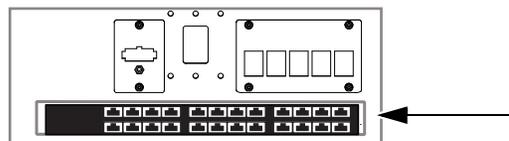

Figura 10. Vista posterior de un chasis con un conmutador Ethernet
- Coloca el conmutador en el chasis para que sus puertos miren hacia la parte posterior de la estructura (los puertos deberían quedar visibles a través de la abertura horizontal en la placa de unión posterior, según se muestra en la Figura 10).